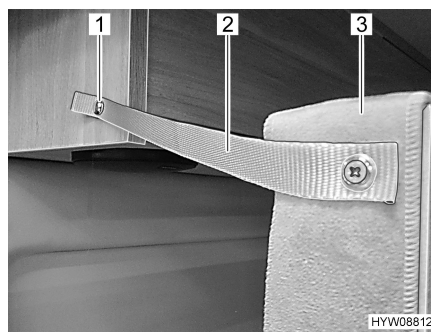

Bild 34 Säkerhetsanordning bak
- Sätt fast sängen (Bild 34,3) i takskåp med låsband (Bild 34,2) och tryckknapp (Bild 34,1).
- Lossa på tryckknappen (Bild 34,1) på takskåpet.